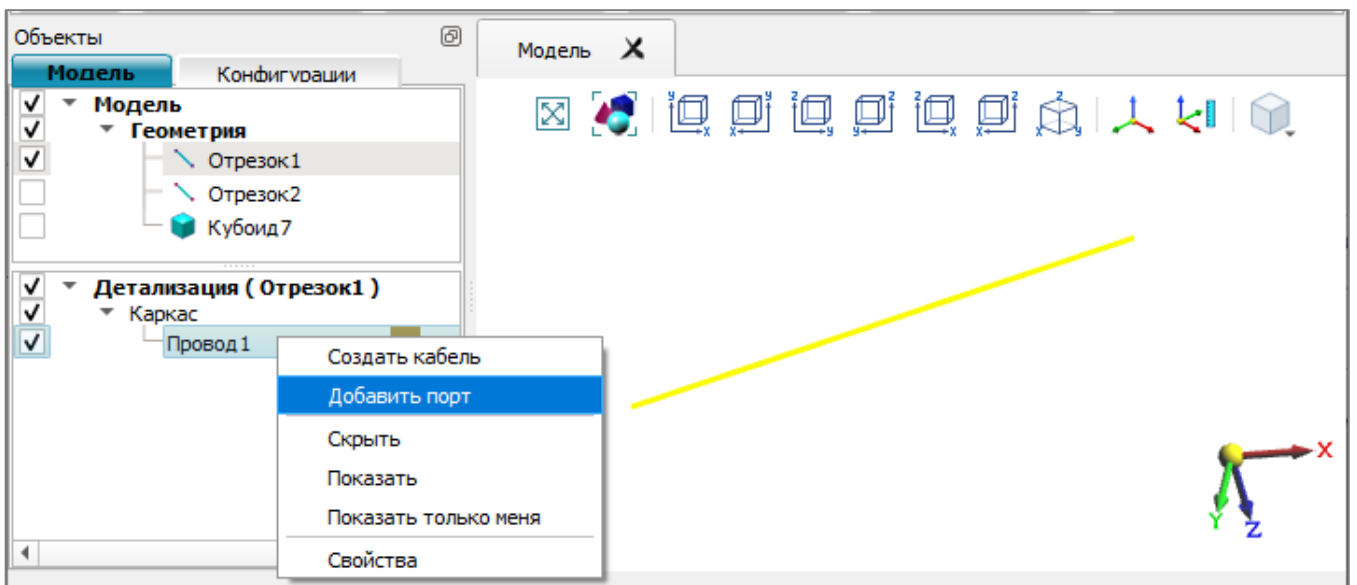

Рис. 56
10.2. Для создания объекта *Порт* в дереве «Детализация» выполнить команду контекстного меню провода «Добавить порт» (рис. 56).